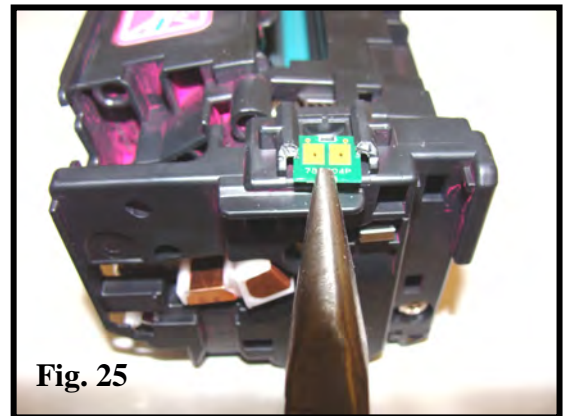

Fig. 25
25. Remove the chip (Fig. 25).